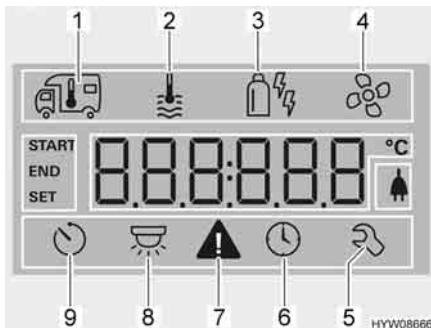

Fig. 80 Display
- Ruotare la manopola/il pulsante (Fig. 79,6), finché il simbolo del menu del riscaldamento (Fig. 80,1) lampeggiava.
- Ruotare la manopola/il pulsante (Fig. 79,6), finché il simbolo del menu relativo alla modalità di funzionamento (Fig. 80,3) lampeggiava.
- Ruotare la manopola/il pulsante (Fig. 79,6), finché il simbolo del menu delle ventole (Fig. 80,4) lampeggia.
- Ruotare la manopola/il pulsante (Fig. 79,6), finché il simbolo del menu del timer (Fig. 80,6) lampeggia.
- Premere la manopola/il pulsante. Il timer è attivato. Il simbolo del timer (Fig. 80,6) lampeggia quando il timer è programmato e attivo.
In caso di avviso, il relativo simbolo lampeggia (Fig. 80,7). Il riscaldamento rimane in funzione. Se si tratta solo di un guasto temporaneo, il simbolo di avvertimento si spegne autonomamente.